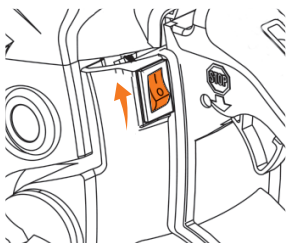

Рис. 12
4. Установите выключатель зажигания (Рис. 12) в положение «I».